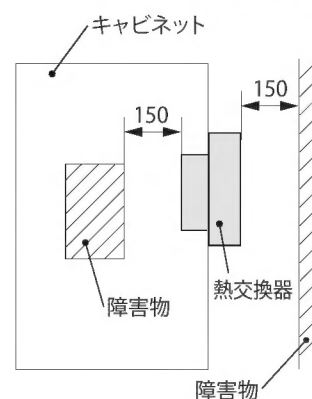

図1 障害物からの距離
- 吸気口および排気口の通風を妨げたり塞がないよう、また、排気が直接本製品吸気口に流入しないように取付位置に注意してください。能力低下の原因になります。障害物からの距離を150mm以上離すことをおすすめします。(図1)